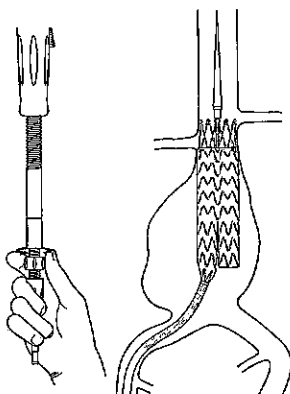

Figura 7. Rilascio dell'estremità prossimale dello stent soprarenale
3. Con l'altra mano ruotare in senso orario la rotella all'estremità posteriore facendo avanzare la punta conica per rilasciare l'estremità prossimale dello stent soprarenale (figura 7).